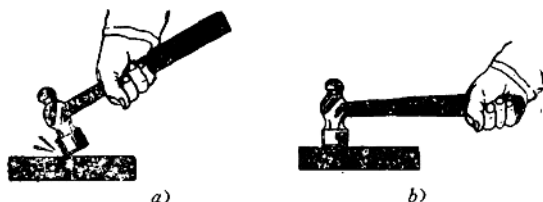

图 1-6 手锤的使用方法
2. 使用时要握住锤把末端(不要握住锤把中间),要对准被击物敲打,否则,锤击物表面易成蘑菇状。使用方法如图1-6所示。使用锤子之前,应先检查并确保锤头不松动。